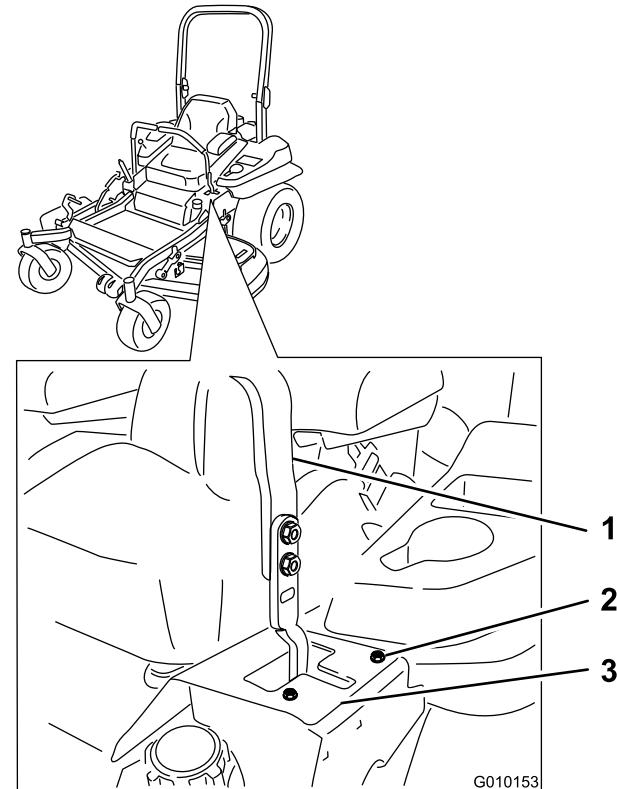

Figure 65
la fente en T gauche, jusqu'à ce que la machine se déplace en ligne droite (Figure 65).
7. Si elle se déporte à gauche, desserrez les boulons et déplacez la plaque de butée droite en arrière sur la fente en T droite, jusqu'à ce que la machine se déplace en ligne droite (Figure 65).
8. Serrez les boulons de la plaque (Figure 65).